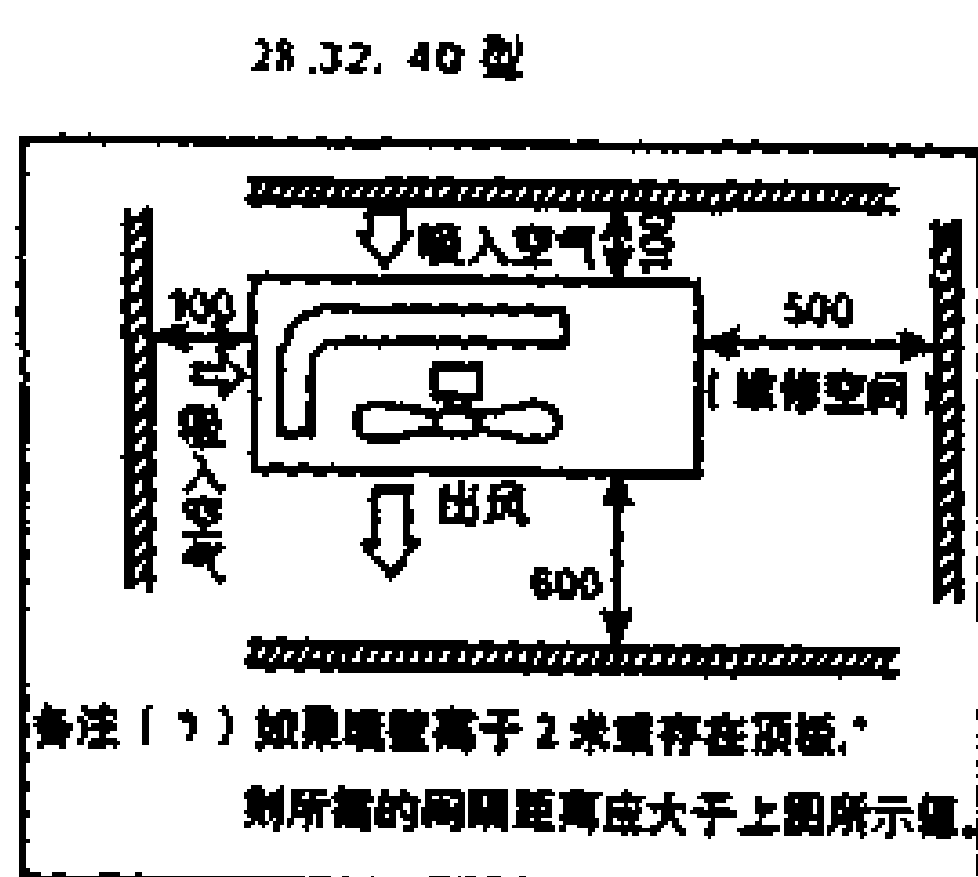

图 1-2-2
(1) 避雨和不被阳光直接照射通风良好的地方。
(2) 排出的风和噪声不影响邻居的地方。
(3) 具备安装和修理条件的地方。
(4) 不会增加振动的结实的的地方。
(5) 必需确保图 1-2-2 和 1-2-3 所示空间。
(6) 暖气运转期间, 必须防止有雪块积聚在室外机热交换器之上, 以确保其正常运转能力。